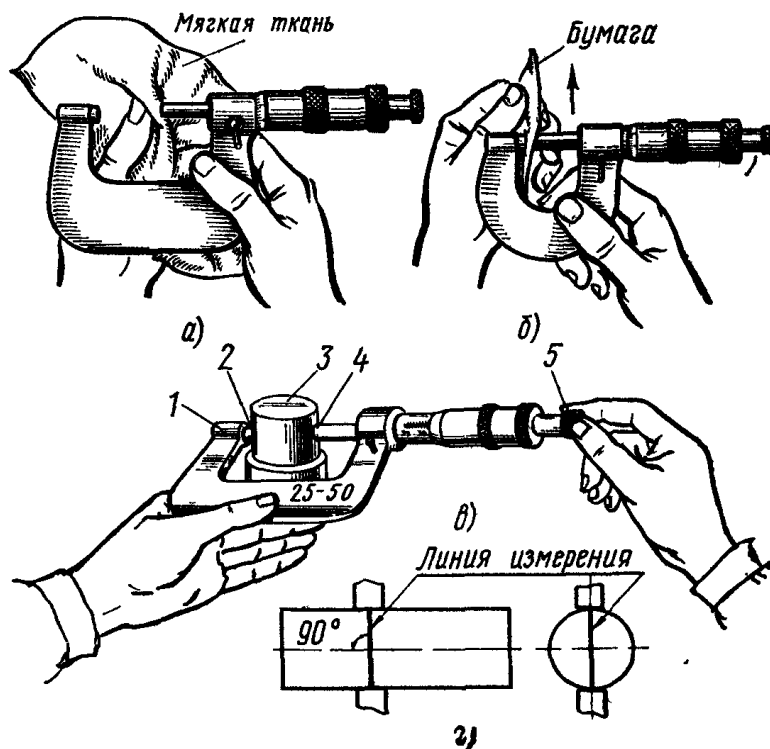

Рис. 14. Измерения микрометром МК:
1. протереть измерительные поверхности мягкой тканью или бумагой (рис. 14, *а – б*);
3. взять микрометр (рис. 14, *в*) левой рукой за скобу 1 (посередине), а измеряемую деталь 3 поместить между пяткой 2 и торцом микрометрического винта 4;
5. при измерении детали линия измерения должна быть перпендикулярна образующей и проходить через центр (рис.14, *г*).